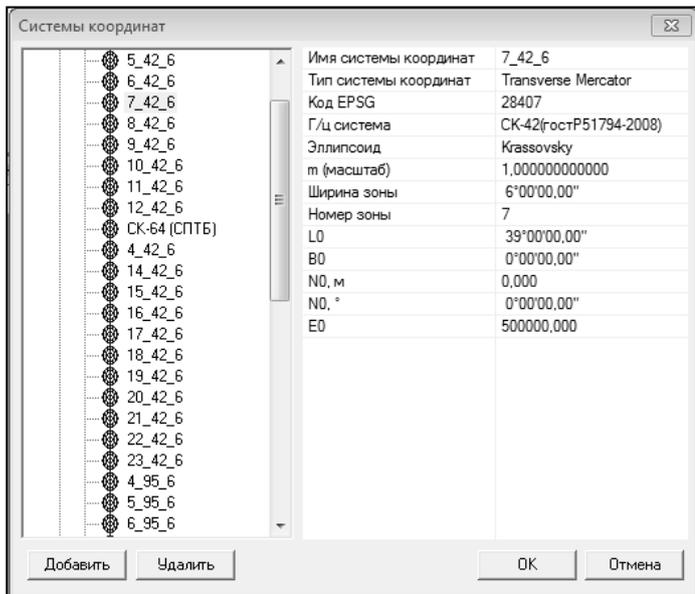

Рис.1.4.
2.3. В списке **Выбор системы координат** окна **Системы координат** выделите строку с именем существующей системы координат «7_42_6». Проверьте корректность параметров этой системы координат (рис.1.4).